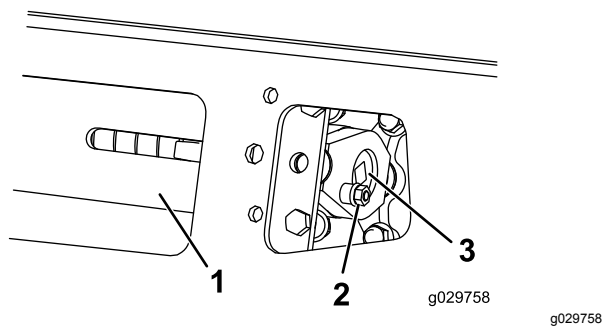
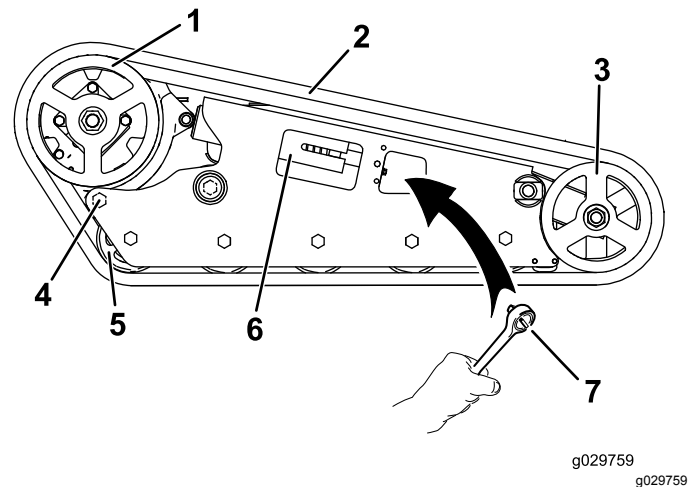

Figure 58
Figure 59
4. Enlevez le boulon et l'écrou de blocage (Figure 58).
6. Alignez l'encoche la plus proche dans la vis de tension et le trou du boulon de blocage, et fixez la vis avec le boulon et l'écrou de blocage (Figure 58).
5. À l'aide d'une clé à cliquet de 1/2 pouce, tournez la vis de tension dans le sens horaire pour détendre la transmission (Figure 58 et Figure 59).
6. Desserrez le boulon arrière près de la roue d'entraînement (Figure 59).
8. Lorsque la chenille est déchaussée de la roue avant, retirez-la du pignon d'entraînement et des galets de roulement (Figure 59).
9. Pour installer la chenille neuve, commencez par l'enrouler autour du pignon d'entraînement, en veillant à ce que les crampons s'engagent correctement entre les entretoises du pignon (Figure 59).
10. Poussez la chenille sous et entre les galets de roulement (Figure 59).
12. À l'aide d'un rochet de 1/2 pouce, tournez la vis de tension dans le sens antihoraire jusqu'à ce qu'elle arrive en butée (Figure 58).
5. À l'aide d'un rochet de 1/2", tournez la vis de tension dans le sens horaire pour détendre la transmission (Figure 58 et Figure 59).